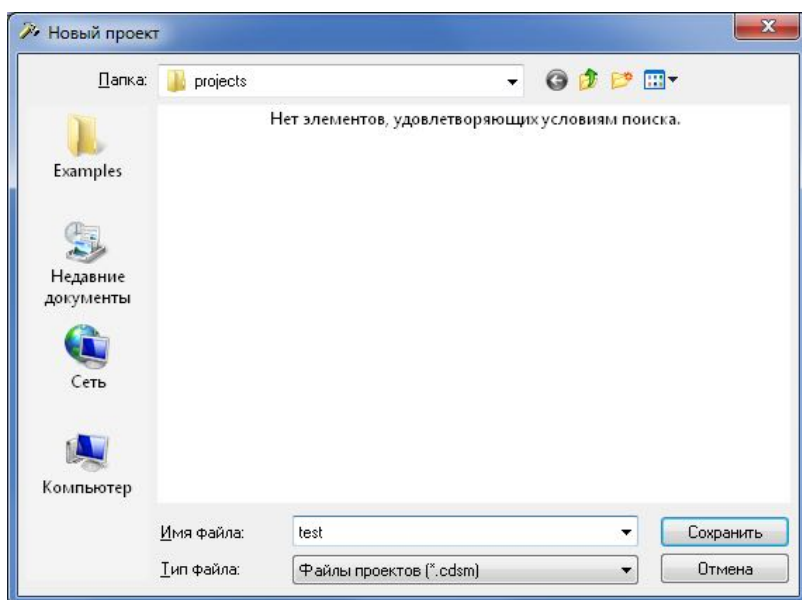

Рисунок 16 - Окно присвоения имени новому проекту
2.6.4.1 Запустить программу: Пуск \ Программы \ Стройприбор \ ПДС-МГ4 \ программа. Создать новый проект, в который будет производиться чтение данных из архива прибора: Файл \ Создать (рисунок 16 и 17).